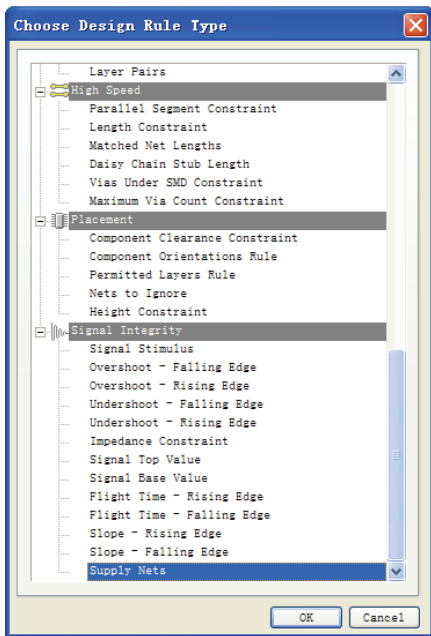
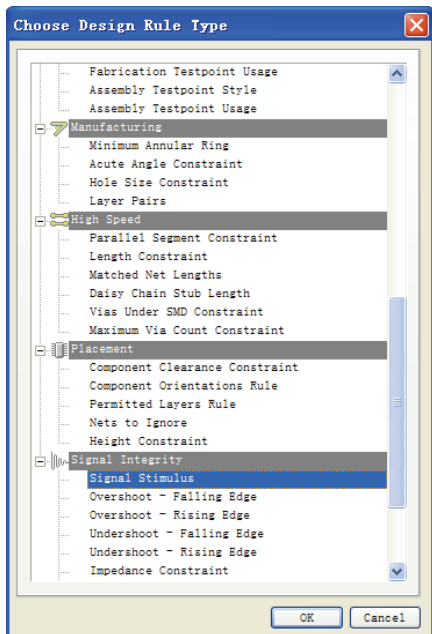

图 12-31 选择设计规则类型对话框
图 12-33 选择设计规则类型对话框
(4) 单击 **dit Rule Values..** 按钮，弹出选择设计规则类型对话框，在“Signal Integrity”类型中，选择代表电源网络的“Supply Nets”选项，如图 12-31 所示。
(1) 激励信号规则设置与电源规则设置类似，相同的操作步骤有 (1)、(2) 和 (3)，不同的是在第 (4) 步，在图 12-31 “Signal Integrity” 类型中，激励信号选择代表电源网络的 “Signal Stimulus” 选项，如图 12-33 所示。